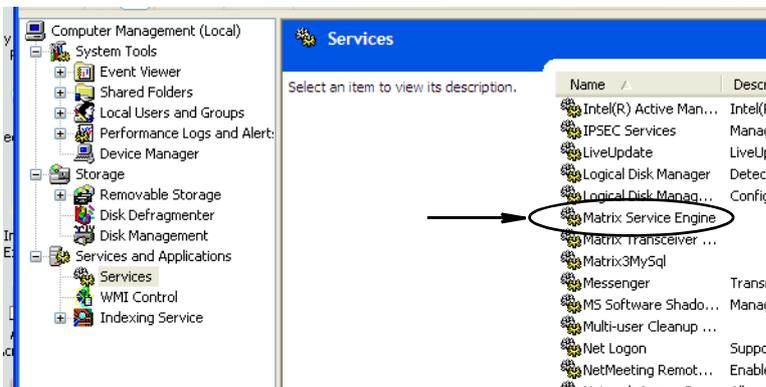

ABB. 56
d. Doppelklicken Sie in der Liste mit Diensten auf „Matrix Service Engine“ (ABB. 56).